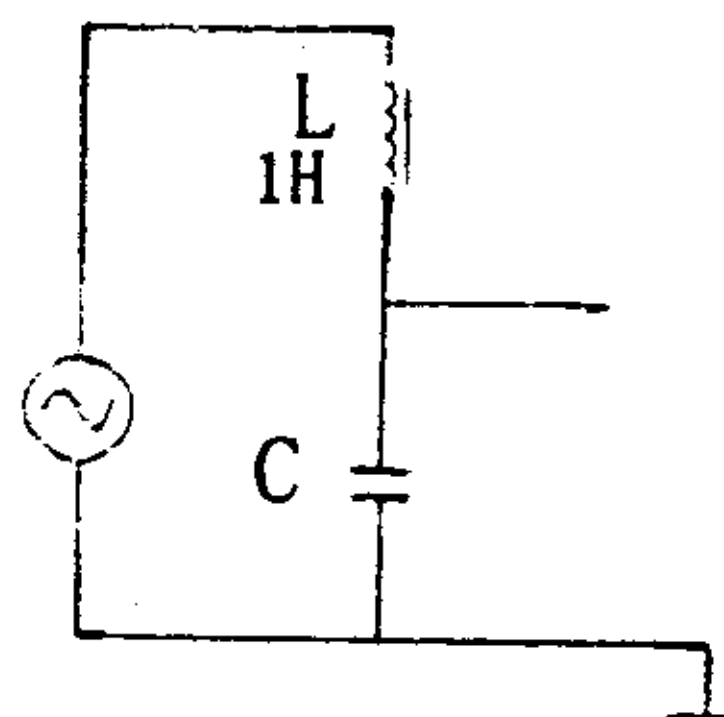

图 7 实验电路图
(1) 电路连接中图 7
(2) 在调节信号发生器的频率的同时观察电容两端电压的变化, 当调到某一频率时, 电压为最大, 测得这个最大值及信号的周期(或频率), 根据 LC 谐振回路的谐振频率